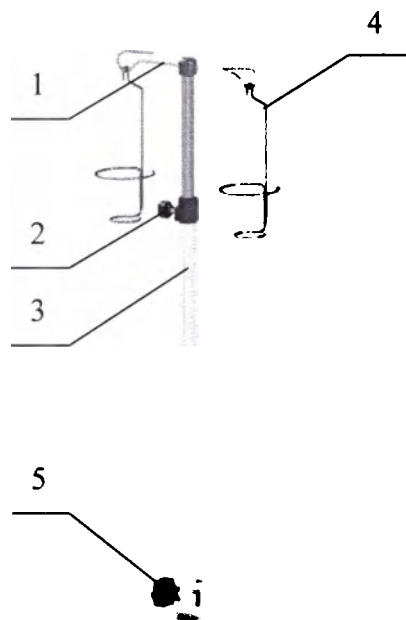

Рисунок 2. Штатив для вливаний.
2. **Штатив для вливаний (инфузионная стойка) (Рисунок 2).** Изготовлен из нержавеющей стали, регулируется по высоте, снабжен двумя крючками 1 и двумя держателями стандартных флаконов 4. Оснащен встроенным крепежным зажимом 5 для крепления на направляющих рейках стола.
Регулирование высоты штатива производится вручную при помощи фиксатора 2 (Рисунок 2). Отрегулируйте высоту штатива, после чего зажмите фиксатор в отрегулированном положении.